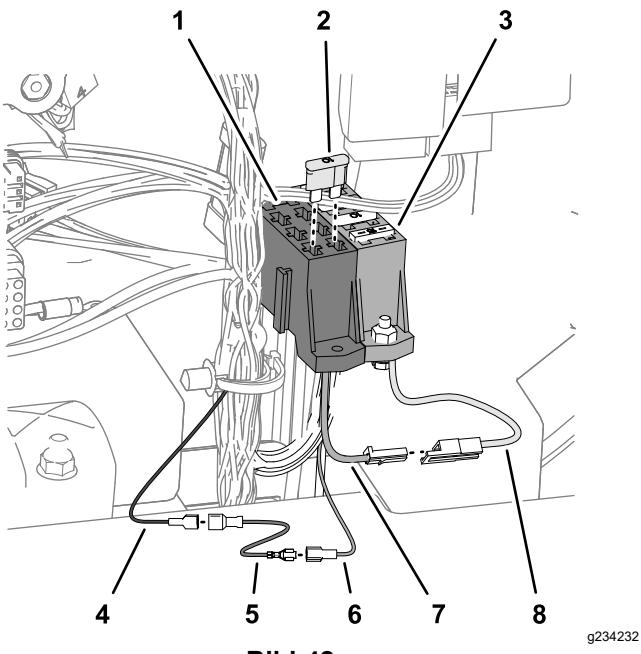

Bild 42
1. Befestigen Sie den zusätzlichen Kabelbaum des Sicherungskastens (Bestellnummer 92-2641) am Sicherungskasten der Maschine (Bild 42).
2. Befestigen Sie den Kabelbaum des Sicherungskastens (Bestellnummer 92-2641) wie folgt am Sicherungskasten der Maschine (Bild 42):
3. Befestigen Sie den Zündschloss-Kabelbaum (Bestellnummer 107-0672) wie folgt am Kabelbaum des Sicherungskastens (Bestellnummer 92-2641) (Bild 42):
4. Befestigen Sie den Zündschloss-Kabelbaum (Bestellnummer 107-0672) wie folgt am Hilfsstromkabel des Polar Trac-Kitkabelbaums (Bild 42):
5. Setzen Sie die Sicherung (10 A) in den Einschub im Sicherungskasten ein (Bild 42).